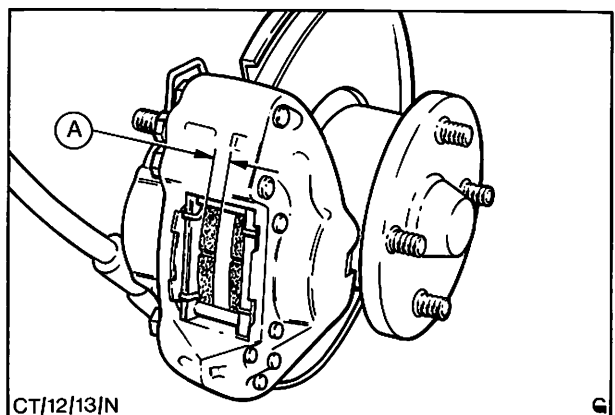

Abb. 5 Bremsscheibe und Bremssattel
3. Bremsscheiben und Klötze auf Verschleiß und Beschädigung kontrollieren. Belagdicke A, Abb. 5, messen. Ist die Belagdicke geringer als 1,5 mm, müssen die Bremsklötze ausgewechselt werden.